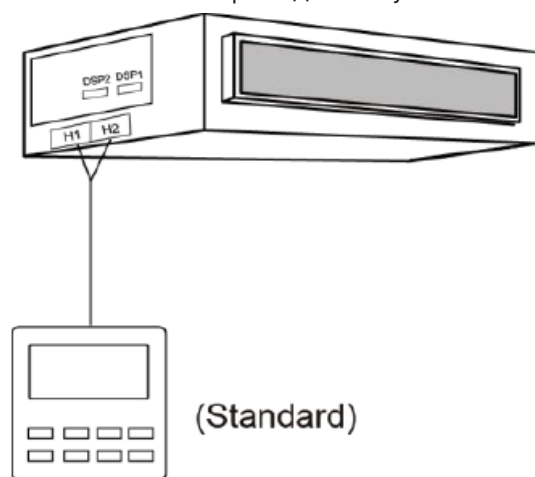

Рис. 6.4.1
- 1) На рис. 6.4.1 приводится схема монтажа проводного пульта.